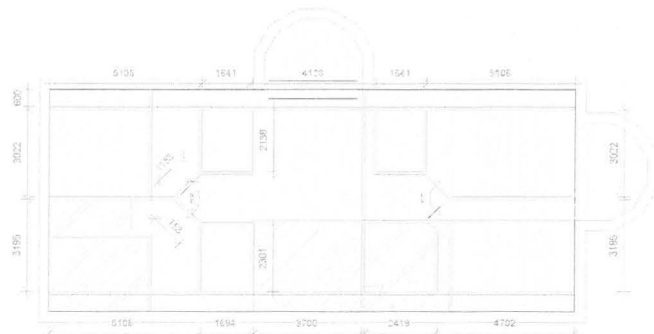

Fig. 07.43. Omridset af gulvet.
- Optegn omridset af etageadskillelsen som på Fig. 07.43.